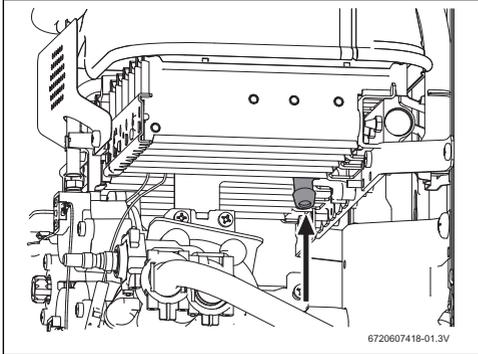

Fig. 14 Point de mesure de la pression
- Dévisser la vis de pression (fig. 14).